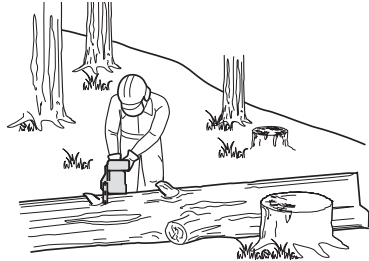

Fig. 35
4. Al seccionar en una pendiente, colóquese siempre en lado ascendente del tronco en relación con el terreno (Fig. 35). Al cortar, para mantener un control completo, libere la presión de corte cerca del final del corte sin relajar el agarre de las empuñaduras del producto. No deje que la cadena entre en contacto con el suelo. Tras finalizar el corte, espere a que la cadena se detenga antes de mover el producto. Pare siempre el motor antes de pasar de un árbol a otro.